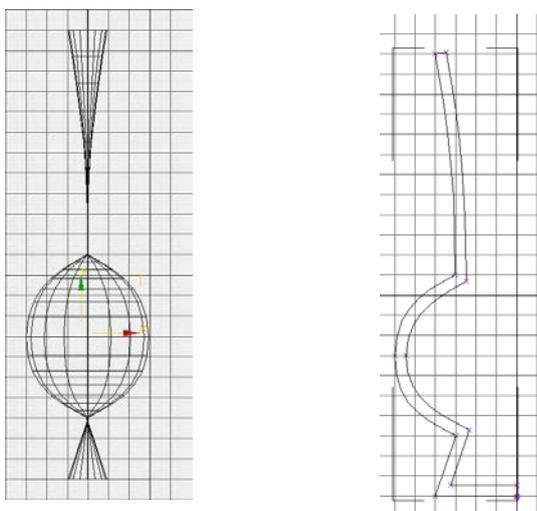

Рисунок 19
8. Выделите вершину 5 (рис. 19) и задайте для нее тип Bezier Corner (угол Безье): Контекстное меню/TOOLS 1 -> Bezier Corner.
Перемещая узлы, добейтесь, чтобы ваша кривая выглядела так, как показано на рис.19. Попробуйте поупражняться с вершинами, чтобы добиться лучшего результата.
(рис.19). Отредактируем положение оси вращения. Войдите в режим редактирования оси вращения (Axis): Клавиша 1 или Контекстное меню /TOOLS 1 -> ... -> Sub-objects -> Axis или раскройте в стеке модификатор по + и выберите Axis.
Потяните за выделенный сплайн и посмотрите, что произойдет (рис.19 г). Выйдите из режима Outline, щелкнув правой кнопкой мыши.